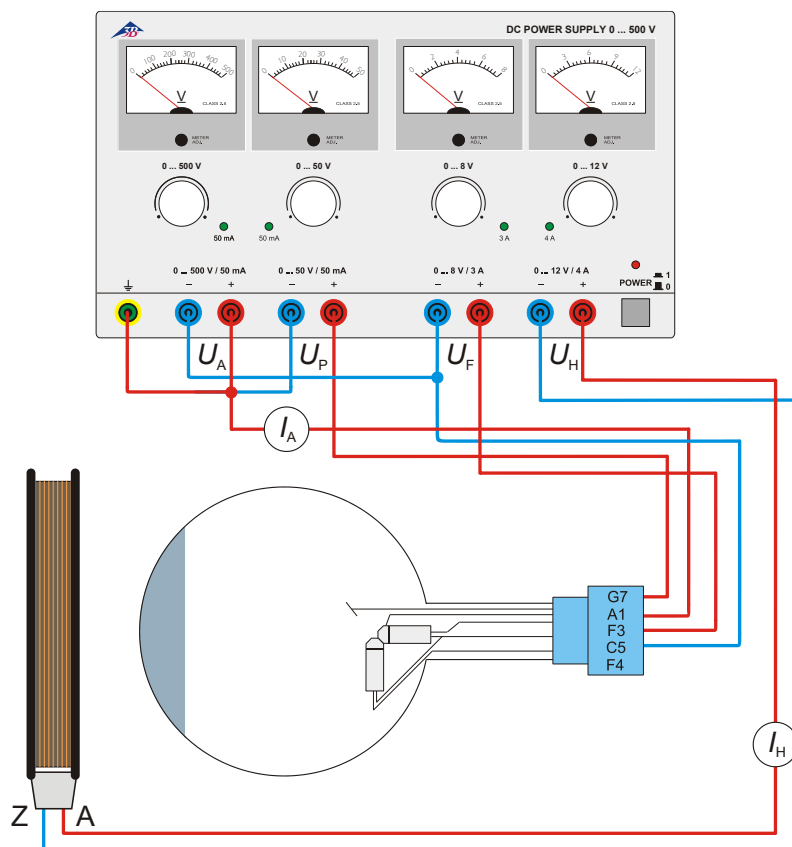

Abb.5 Der Effekt eines axialen Magnetfelds
- Beschaltung der Röhre gemäß Abb.5 vornehmen.